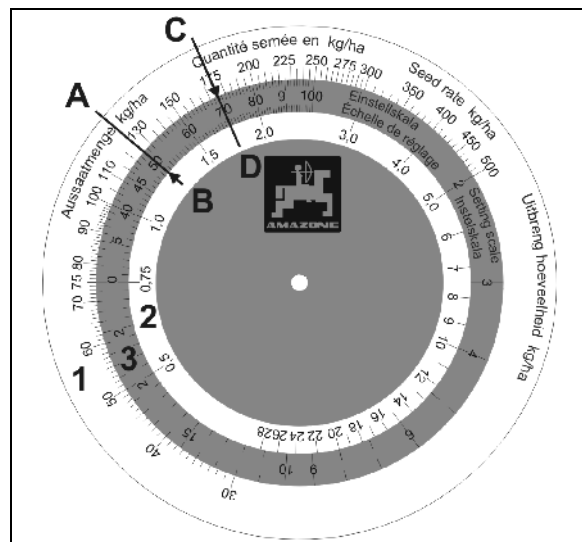

Bild 69
Räkneskivan har tre skalor: en yttre vit skala (Bild 69/1) för utsädesmängder över 30 kg/ha och en inre vit skala (Bild 69/2) för utsädesmängder under 30 kg/ha. I den mittersta färgade skalan (Bild 69/3) anges växellägena från 1 till 100.
2. Ställ utsädesmängden **125 kg/ha** (Bild 69/A) och "växelläget **50**" (Bild 69/B) över varandra på räkneskivan.
3. Läs av växelläget på räkneskivan för den önskade utsädesmängden **175 kg/ha** (Bild 69/C). I exemplet är "växelläget **70**" (Bild 69/D).